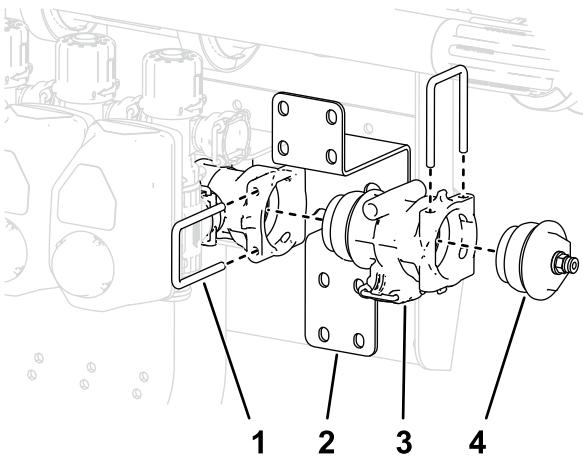

图 35
3. 从阀门段的端部拆下固定接头帽和连接器的卡环 图 35。